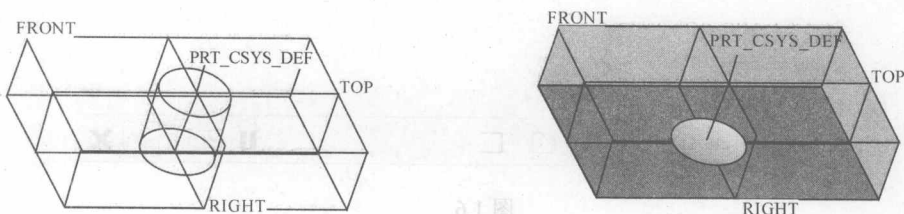

图 1.11
6) 输入拉伸深度为 50, 单击 ☒ 按钮完成拉伸特征的建立, 结果见图 1.11。